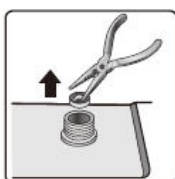

Fig. 6
4. Træk netfilteret af vaskemaskinens tilslutning med en universaltang (fig. 6) og rengør det (fig. 7).